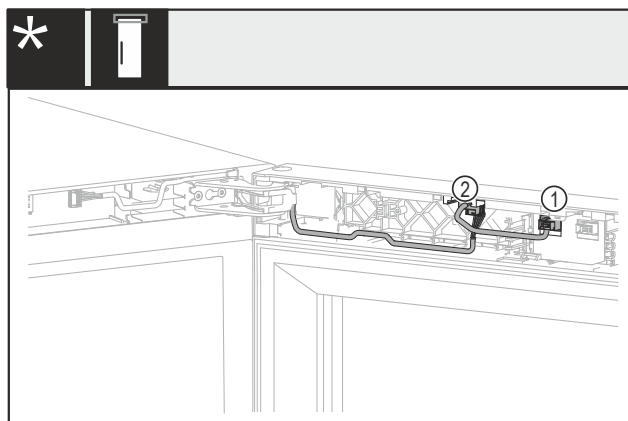

Fig. 17 Sans verrou ou verrou mécanique*
- Retirer le connecteur Fig. 17 (1).*
- Retirer le connecteur Fig. 17 (2).*